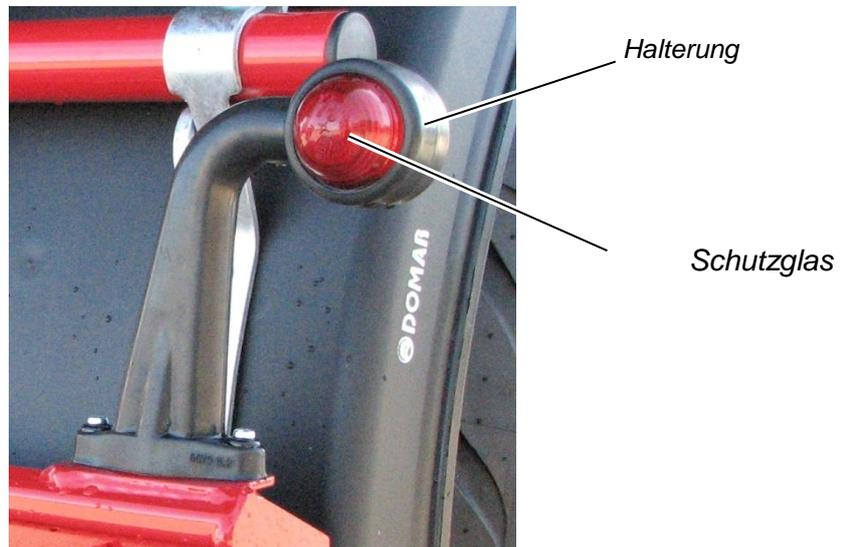

Abbildung 52: Positionsleuchte
- ⇒ Drücken Sie das Schutzglas aus der Halterung heraus (siehe Abbildung 52).